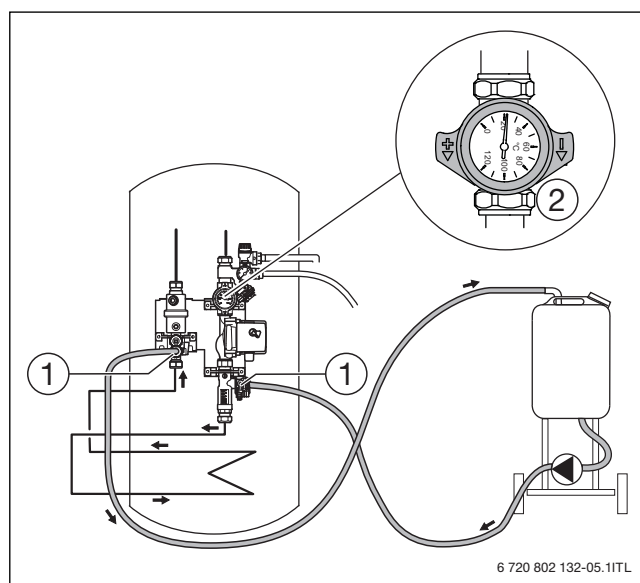

Bild 20 Befüllen unterhalb der Solarstation
- Befüllstation, wie in Bild 20 dargestellt, anschließen.